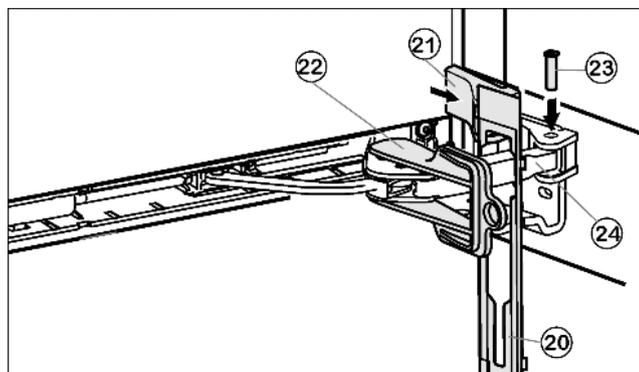

Fig. 14
- ▶ Attaccare il pannello Fig. 14 (20) sulla staffa dell'ammortizzatore, in modo che i ganci di fermo puntino in avanti verso il lato anteriore dell'apparecchio.
- ▶ Tirare la staffa ammortizzatrice Fig. 14 (24) verso l'elemento di supporto e inserire il perno Fig. 14 (23) dall'alto, in modo che il quadrato alloggi nell'incavo.
- ▶ Applicare la copertura Fig. 14 (21) e innestare.
- ▶ Togliere la protezione Fig. 14 (22) torcendo.
- ▶ Inserire il pannello Fig. 14 (20) nella porta.